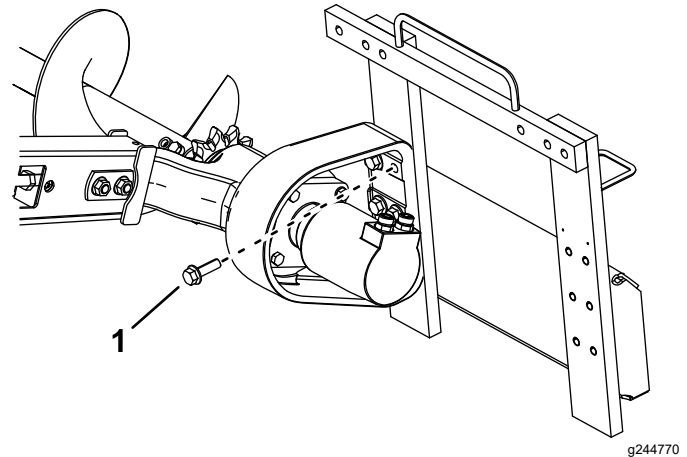

Figura 9
1. Perno (6)
5. Fije el cabezal al bastidor con los 6 pernos que retiró anteriormente (Figura 9).